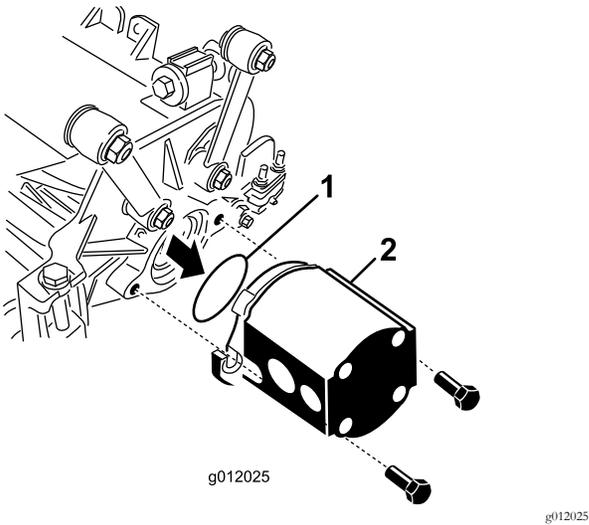

图24
5. 将O形圈随滚刀组提供插入驱动马达的法兰上 图24。
6. 将马达安装到滚刀组的驱动端用随滚刀组提供的 2 个平头螺丝固定 图24。